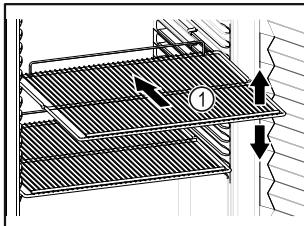

Fig. 48 Primjer izgleda
- Ako su rešetke za polaganje Fig. 48 (1) pomične, prilagodite ih po visini.